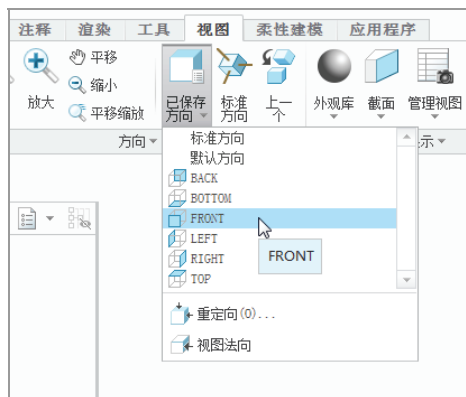

图 1-48 选择“FRONT”选项
STEP 03 在弹出的列表框选择“FRONT”选项,如图 1-48 所示。